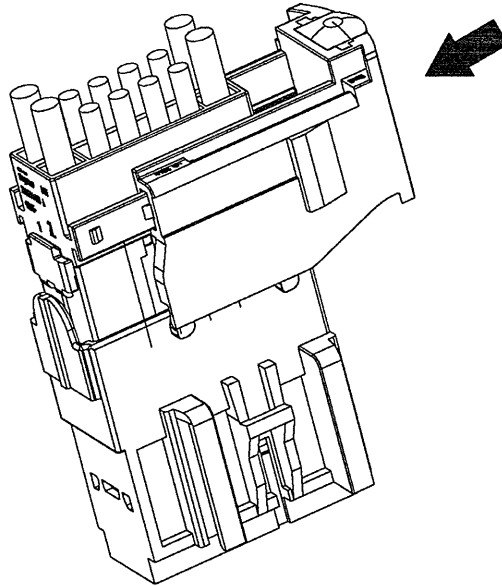

Fig.8
- 2) mate the female connector with the male connector by pushing the slide in the direction show by the arrow, until the close position (Fig. 8)
- 2) accoppiare il connettore portafemmine con quello portamaschi , spingendo la slitta nella direzione indicata dalla freccia , sino al raggiungimento della completa chiusura (Fig. 8)